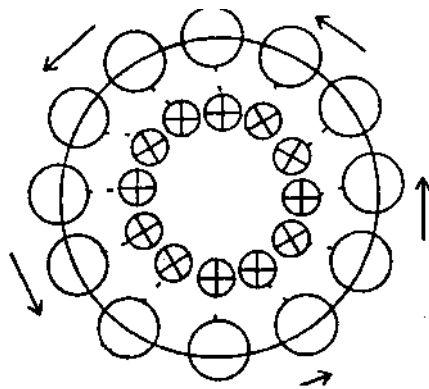

Рис. 8. «Хоровод»
1. «Хоровод». Учащиеся делятся на две равные группы, которые образуют два круга – внутренний и внешний. Учащиеся внутреннего круга – задающие вопросы, внешнего – отвечающие или наоборот. Ученики из внутреннего круга в течение всей работы остаются на месте. Школьники, которые находятся во внешнем круге, после каждого мини-диалога делают шаг влево (вправо) и оказываются перед новым собеседником (рис. 8).